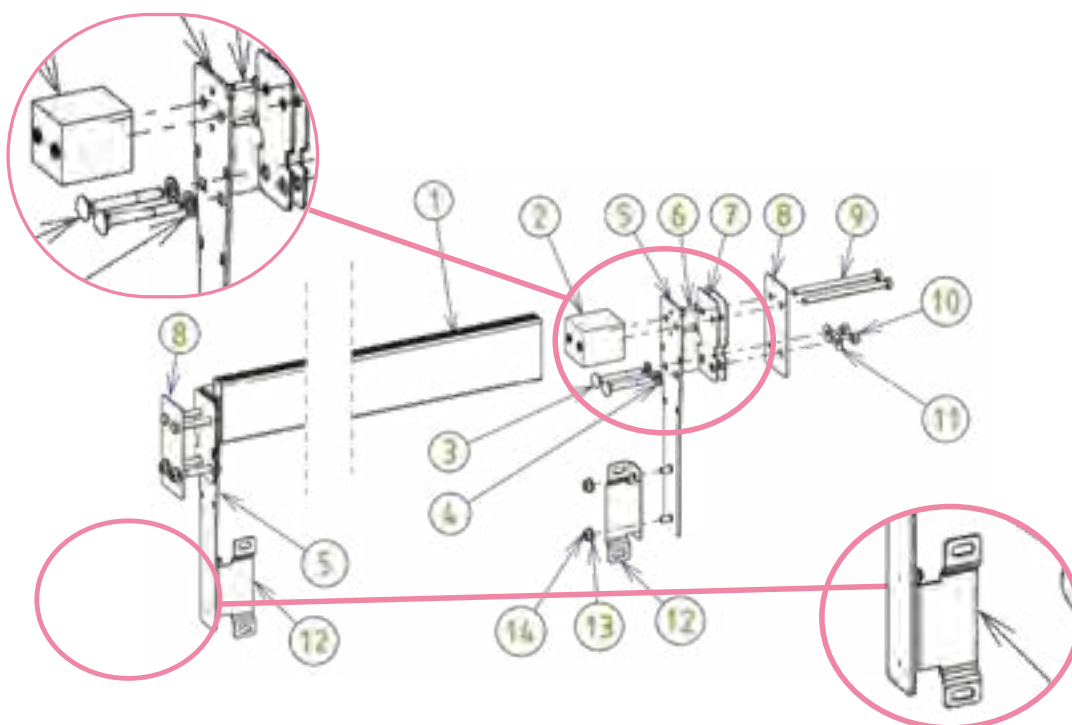

Figura 43 – Montaggio e montaggio della trave
Fissare le due staffe di montaggio a parete del vano (12) alle piastre di montaggio della trave (5) utilizzando quattro dadi (14) e quattro rondelle A4 SS da 8 mm di diametro (13). Le parti sporgenti delle staffe di montaggio a parete del vano (12) che presentano un'asola devono essere poste sul lato opposto allo skimmer e all'asse di copertura automatico (vedere lo zoom focalizzato sulle staffe di montaggio a parete del vano (12) in *Figura 43*. Inserire i blocchetti in poliammide (2) su entrambi i lati della trave (1) utilizzando un mazzuolo, assicurandosi che gli inserti in ottone sui blocchetti in poliammide siano orientati verso l'interno della trave.
Infine, fissare il muretto alle staffe (parte 12 in *Figura 43*) utilizzando quattro viti a fornello 8 x 16 (7), quattro rondelle e quattro dadi A4 SS di 8 mm di diametro.